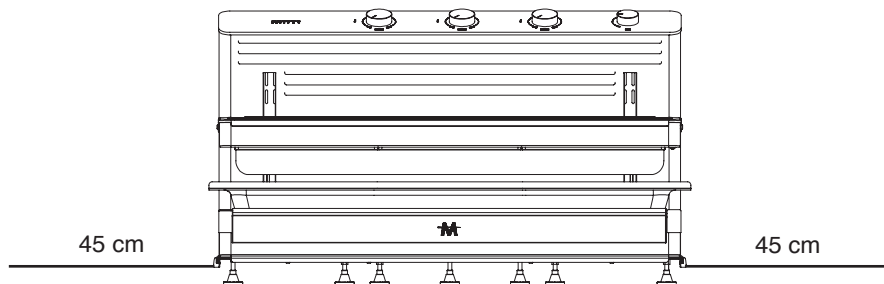

Figure 2
- Au moins 45 cm pour le modèle MiTi 09 (Figure 2) doivent être respectées.